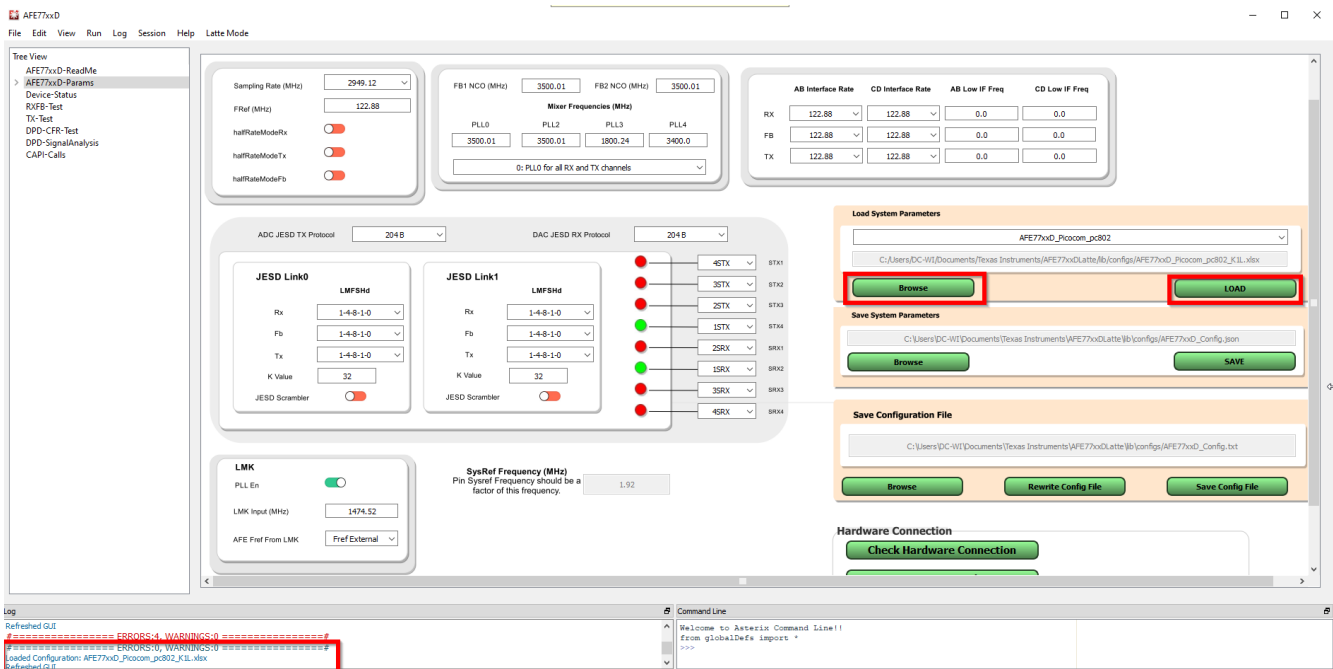

图 3-10. 主窗口：GUI 模式
3. 点击“Load System Parameters”下的“Browse”，然后在“\Documents\Texas Instruments\AFE77xxDLatte\lib\configs”下选择“AFE77xxD_Picomcom_pc802_K1L.xlsx”配置文件。选择该文件后，点击“LOAD”，屏幕应如图 3-10 所示。您还应该看到一条消息，指出配置已加载到日志窗口中。